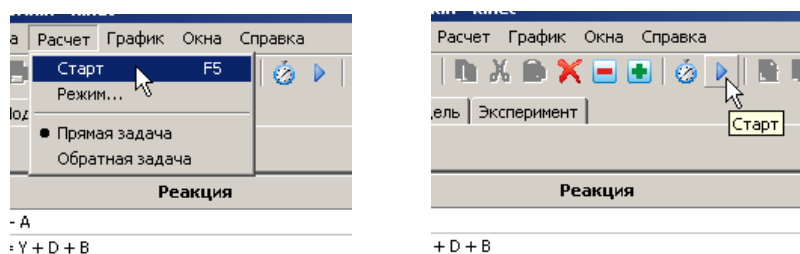

Рис. 18. Запуск расчета с помощью меню (слева) или панели инструментов (справа).
5. Запустить расчет. Для этого есть три возможности: через меню «Расчет → Старт», кнопкой на панели инструментов или «горячей» клавишей F5 (см. рис. 18)